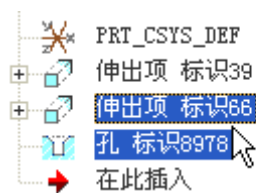

图 37-10
- (1) 单击菜单【编辑】 【特征操作】 【组】 【创建】 【局部组】选项。
- (2) 在消息输入窗口输入组名称：w.l。
- (3) 按下 CTRL 键，在模型树中选择圆柱体特征和孔特征，如图 37-10 所示。